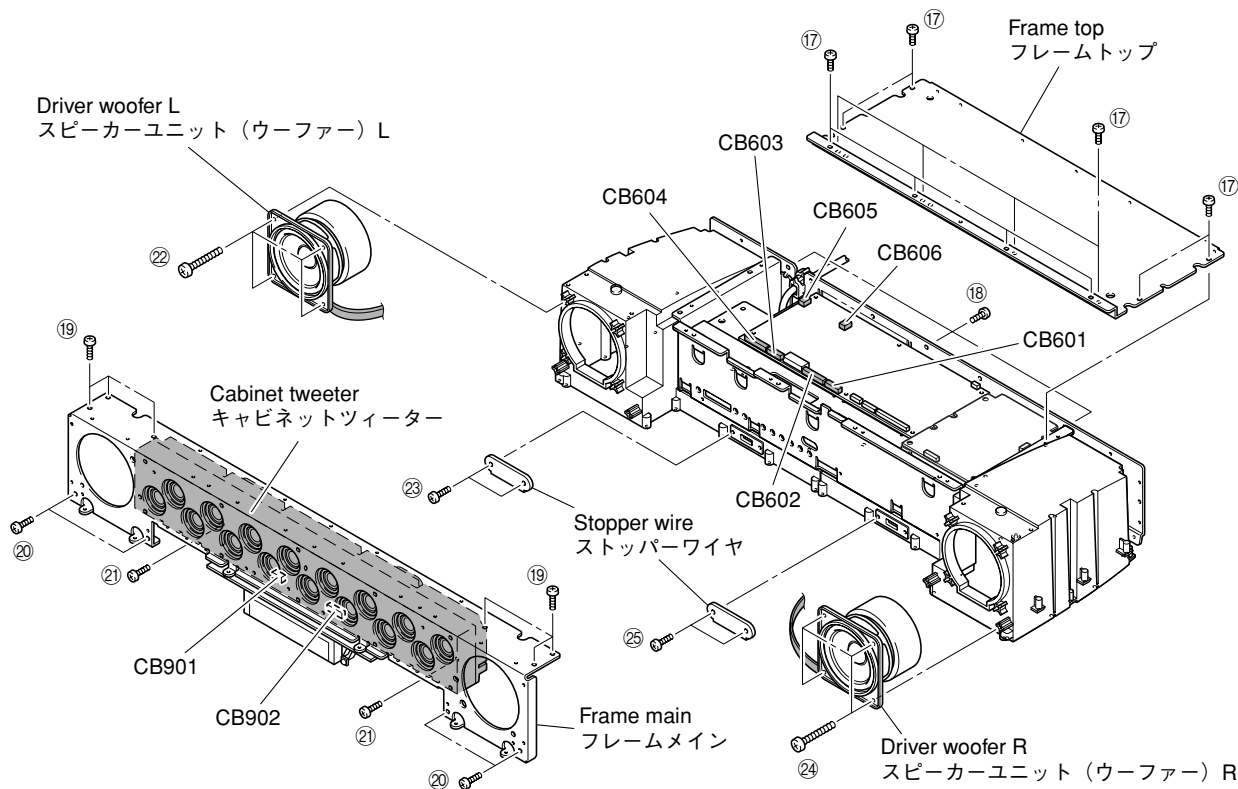

Fig. 13
- Remove 12 screws (17) and 3 screws (18). (Fig. 13)
- Remove the frame top. (Fig. 13)
- Remove 6 screws (19), 4 screws (20) and 2 screws (21). (Fig. 13)
- Remove CB601-604 and CB901-902. (Fig. 13)
- Remove the frame main together with cabinet tweeter. (Fig. 13)
- Remove 4 screws (22). (Fig. 13)
- Remove CB605. (Fig. 13)
- Remove 2 screws (23) and then remove the stopper wire. (Fig. 13)
- Remove the driver woofer L. (Fig. 13)
- Remove 4 screws (24). (Fig. 13)
- Remove CB606. (Fig. 13)
- Remove 2 screws (25) and then remove the stopper wire. (Fig. 13)
- Remove the driver woofer R. (Fig. 13)
- ①⑦のネジ12本、①⑧のネジ3本を外します。(Fig. 13)
- フレームトップを取り外します。(Fig. 13)
- ①⑨のネジ6本、①⑩のネジ4本、①⑪のネジ2本を外します。(Fig. 13)
- CB601-604、CB901-902を外します。(Fig. 13)
- フレームメインをキャビネットツイーターと一緒に取り外します。(Fig. 13)
- ①⑫のネジ4本を外します。(Fig. 13)
- CB605を外します。(Fig. 13)
- ①⑬のネジ2本を外し、ストッパーワイヤを外します。(Fig. 13)
- スピーカーユニット(ウーファー)Lを取り外します。(Fig. 13)
- ①⑭のネジ4本を外します。(Fig. 13)
- CB606を外します。(Fig. 13)
- ①⑮のネジ2本を外し、ストッパーワイヤを外します。(Fig. 13)
- スピーカーユニット(ウーファー)Rを取り外します。(Fig. 13)